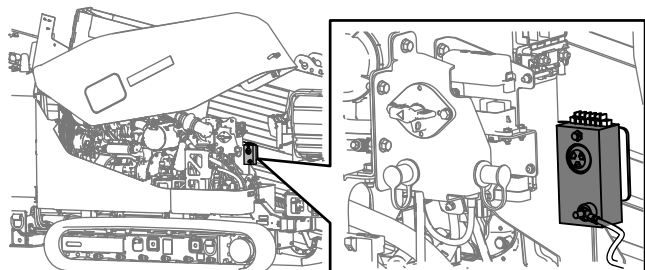
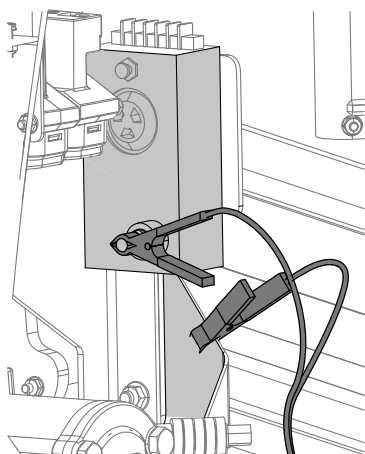

Figure 46
Figure 47
4. Connectez une pince crocodile du testeur Zap-Alert au goujon de mise à la terre du système Zap-Alert (Figure 46 et Figure 47).